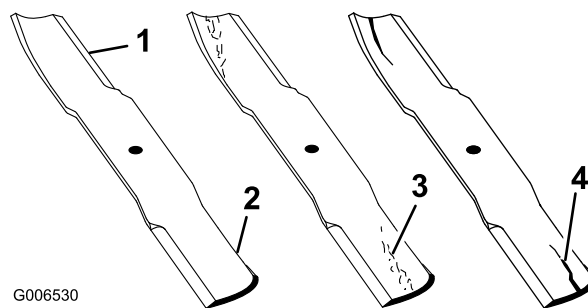

Figure 97
- Examinez le tranchant des lames (Figure 97). Si les lames coupent mal ou présentent des indentations, déposez-les et aiguiser-les; voir Aiguisage des lames.
- Inspectez les lames, surtout la partie relevée (Figure 97). Remplacez immédiatement toute lame endommagée, usée ou qui présente une entaille (Figure 97).